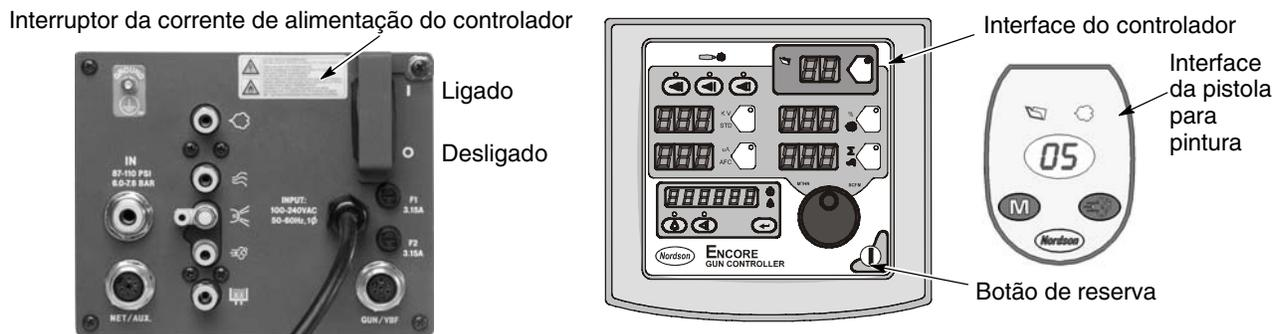

Figura 3-1 Comandos do sistema
- Consulte a figura 3-1. Verifique se a pistola para pintura não está activada e depois ligue a alimentação de corrente do controlador. Os mostradores e os ícones da interface do controlador e da interface da pistola devem acender-se.
Utilize o botão **Reserva**, ilustrado na figura 3-1 para desligar a interface e desactivar a pistola para pintura durante interrupções da produção. Quando a interface do controlador está desligada, a pistola para pintura não pode ser actuada e a interface da pistola para pintura está desactivada.